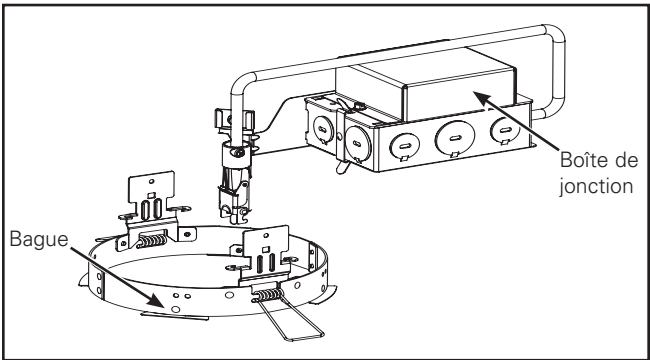

Figure 1.
- 1. Retirez le bras de la boîte de jonction de la barre de montage (Figure 1.).